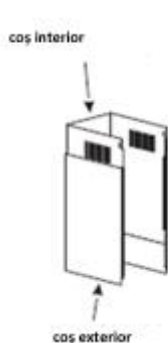
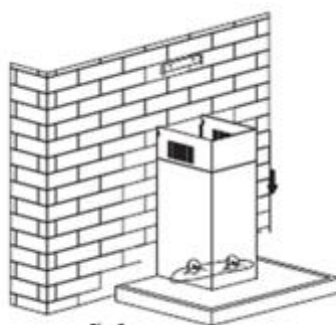

Fig. 5
Fig. 6
6. Montați coșurile pe hotă și conduceți tubul de evacuare spre exterior, apoi utilizați 2 șuruburi de siguranță de 4 x 30 mm pentru a fixa hota pe perete. Notă: Cele două orificii pentru prinderea șuruburilor de siguranță sunt situate pe partea posterioară a carcasei hotei și au diametrul de 6 mm. Consultați Fig. 5 și Fig. 6.